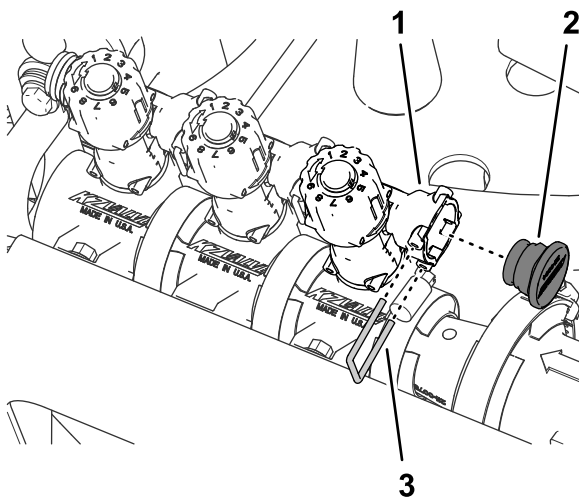

Figura 65
8. Monte a tampa na tomada de ligação rápida da válvula de distribuição (Figura 65).
9. Prenda a tampa à tomada de ligação rápida com o retentor que retirou no passo 3 (Figura 65).